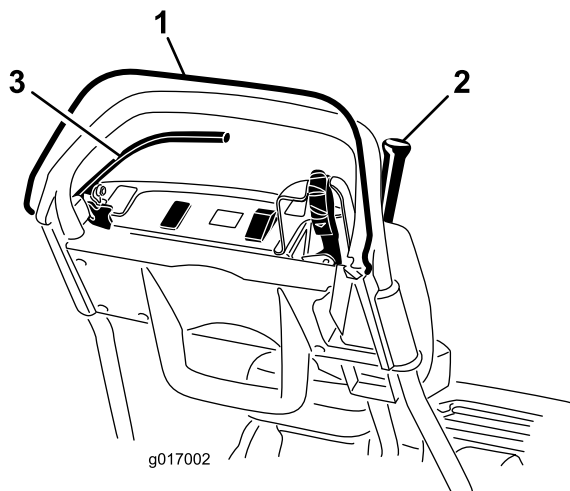

图26
- 放开操作员到位控制装置后，尝试接合牵引杆（图26）。牵引杆应该不能接合。如果牵引杆能够接
- 压下操作员到位控制装置并接合牵引杆，然后松开操作员到位控制装置（图26）。牵引杆应脱离。如果牵引杆不能分离，则需要对联锁系统进行维修。请在操作之前解决该问题。请参阅“维修联锁开关”。
- 压下操作员到位控制装置并将换挡控制杆移至左侧，接合牵引和滚刀驱动装置，然后松开操作员到位控制装置（图26）。牵引杆应脱离。如果牵引杆不能分离，则需要对联锁系统进行维修。请在操作之前解决该问题。请参阅“维修联锁开关”。
- 压下操作员到位控制装置并将换挡控制杆移至左侧，接合牵引和滚刀驱动装置，将换挡控制杆移至右侧，分离滚刀驱动装置（图26）。滚刀驱动装置应分离。如果牵引杆不能分离，则需要对联锁系统进行维修。请在操作之前解决该问题。请参阅“维修联锁开关”。
- 压下操作员到位控制装置，接合牵引杆并使发动机控制装置处于启动位置（图26）。尝试启动发动机。发动机不应启动。如果发动机启动了，则需要对联锁开关进行维修。请在操作之前解决该问题。请参阅“维修联锁开关”。
- 分离牵引杆，接合刹车并使发动机控制装置处于启动位置（图26）。尝试启动发动机。发动机应该能够启动。如果发动机没有启动，则需要对联锁开关进行维修。请在操作之前解决该问题。请参阅“维修联锁开关”。
3. 发动机运行时，接合刹车（而非驻车刹车），压下操作员到位控制装置并接合牵引杆（图26）。发动机应慢慢减速，但不应熄火。如果发动机熄火了，则需要对联锁开关进行维修。请在操作之前解决这个问题。请参阅“维修联锁开关”。
4. 发动机运行时，接合驻车刹车锁定装置，压下操作员到位控制并接合牵引杆（图26）。发动机应该熄火。如果发动机没有熄火，则需要对联锁开关进行维修。请在操作之前解决这个问题。请参阅“维修联锁开关”。